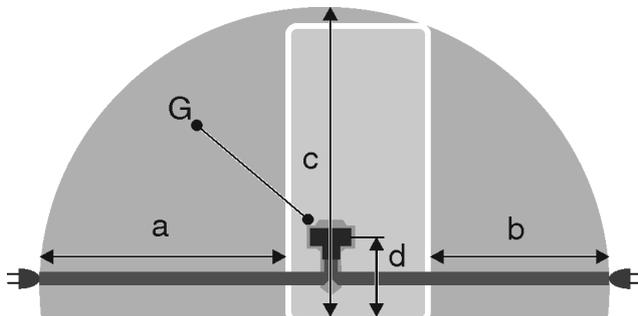

Fig. 55 *
- La toma de corriente no está situada detrás del aparato, sino en las zonas a o b Fig. 55 (a, b, c).
- ▶ Enchufe el conector Fig. 55 (G) en la parte posterior del aparato. Preste atención a que encaje correctamente.